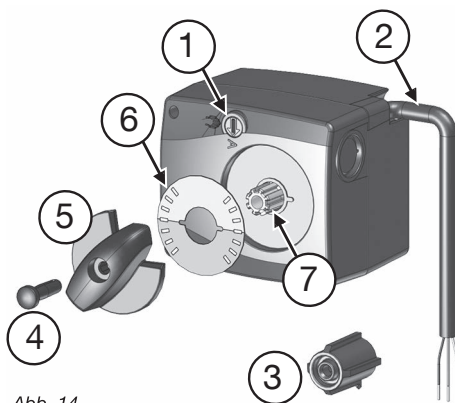

Abb. 14
6. Den dem Stellmotor beiliegenden **Adapter (3)** (siehe Abbildung 14) auf das Mischerküben setzen.